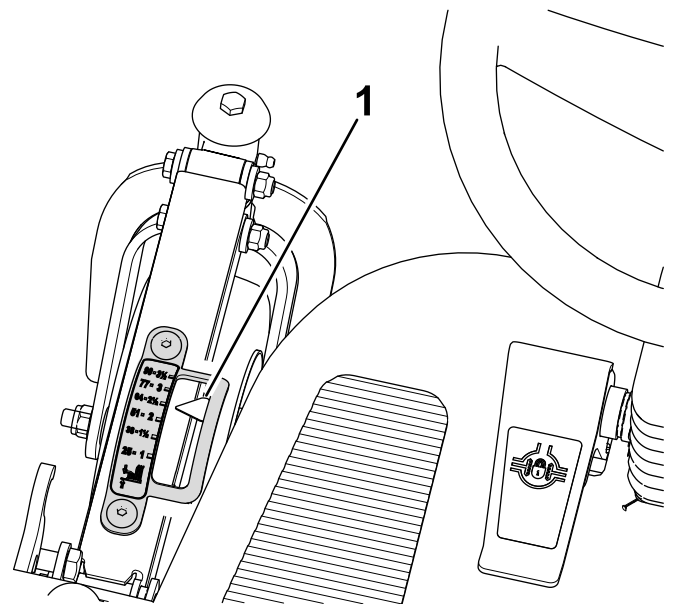

Figure 102
1. Réglez la hauteur de coupe à 64 mm (Figure 102).